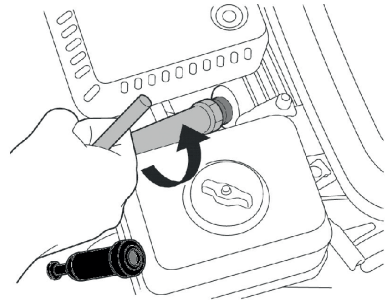

РИС. 14
2. Демонтаж. С помощью свечного ключа осторожно выверните свечу зажигания (Рис. 14). Не применяйте силу на горячем двигателе – это повреждает резьбу в головке цилиндра.